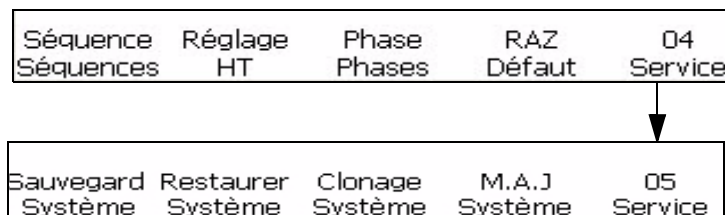

Figure 4-32: Fenêtre <05 Entretien>
- 1 Naviguez jusqu'à la Fenêtre < 05 Entretien> (01 Editer > 02 Editer > 03 Editer > 04 Editer - Entretien Imprimante > 01 Entretien > 02 Entretien > 03 Entretien > 04 Entretien > 05 Entretien). Voir Figure 4-32 à la page 4-35.